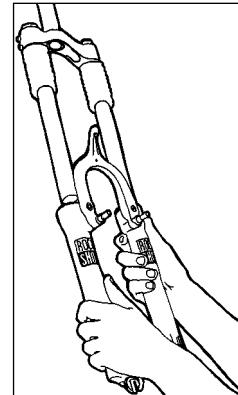

Abb. 6
4. Ziehen Sie die unteren Gabelholme ab (ein Teil) und auch die Schmutzfängermanschetten (Siehe Abb. 6).